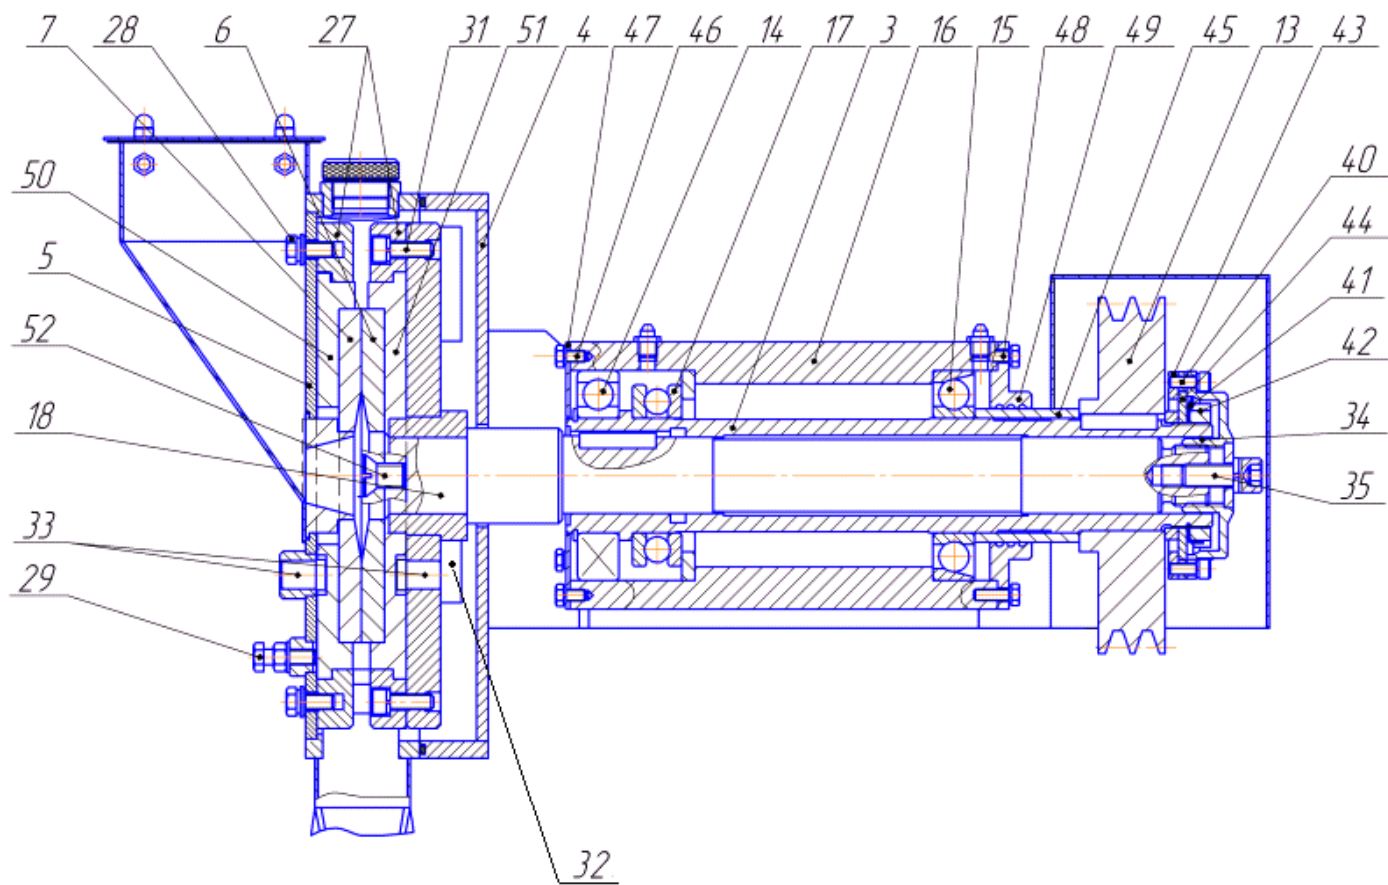

Рис.3
### 3.1 Замена дисков истирателя (Рис. 3):
### 3.2 Регулировка положения неподвижного диска (Рис. 3):
- в) вывернуть стопорный болт 35 (Рис.3);
- к) снять шкив 13 и втулку 45 (Рис.3);